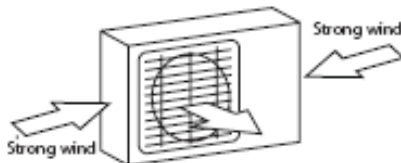

Fig. 6.1
- ✓ Si la ubicación está expuesta a vientos fuertes (por ejemplo: cerca de la orilla del mar), la unidad debe ser colocada contra la pared para que quede protegida del viento. Si es necesario, utilizar un toldo. (Ver Fig. 6.1 y 6.2)